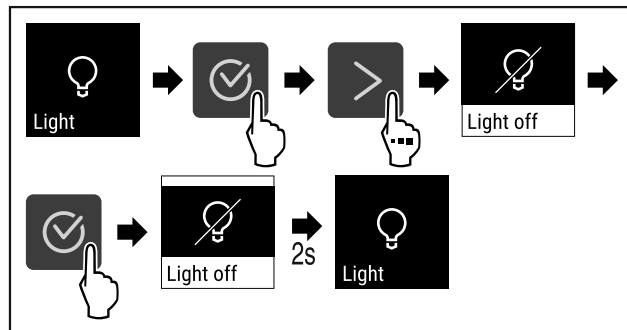

Fig. 67
- ▶ Provedte akční kroky (viz Fig. 67) .